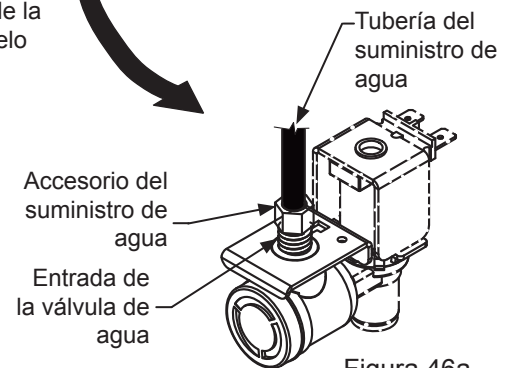
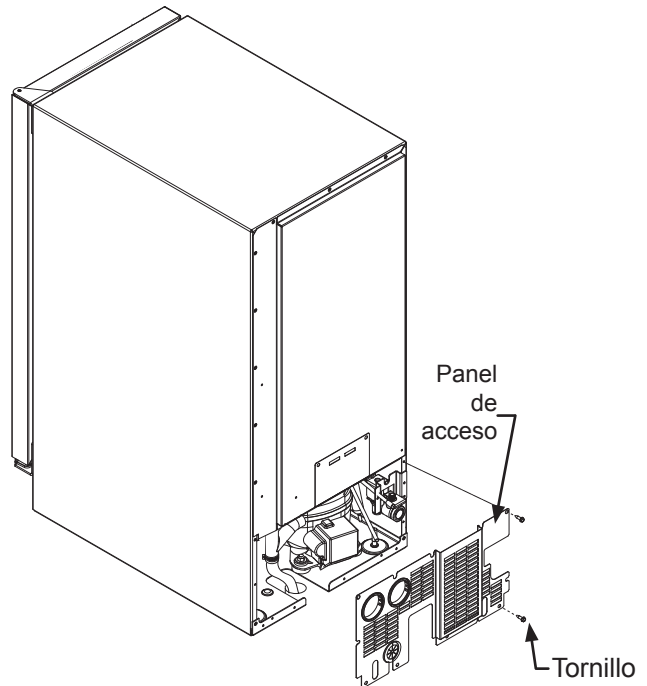

Figura 46a
Figura 47
2. Desconecte el accesorio de conexión del suministro de agua en la entrada de la válvula de agua (vea la Figura 46a).
3. Cambie el control electrónico al modo de limpieza (CLEAN) durante aproximadamente un (1) minuto. Esto energizará y abrirá la válvula de agua, y eliminará la mayor parte del agua de la válvula de agua y de la tubería de agua entre la salida de la válvula de agua y el depósito.
6. Desmonte la tapa de acceso de la parte posterior de la máquina de hielo (vea la Figura 47).